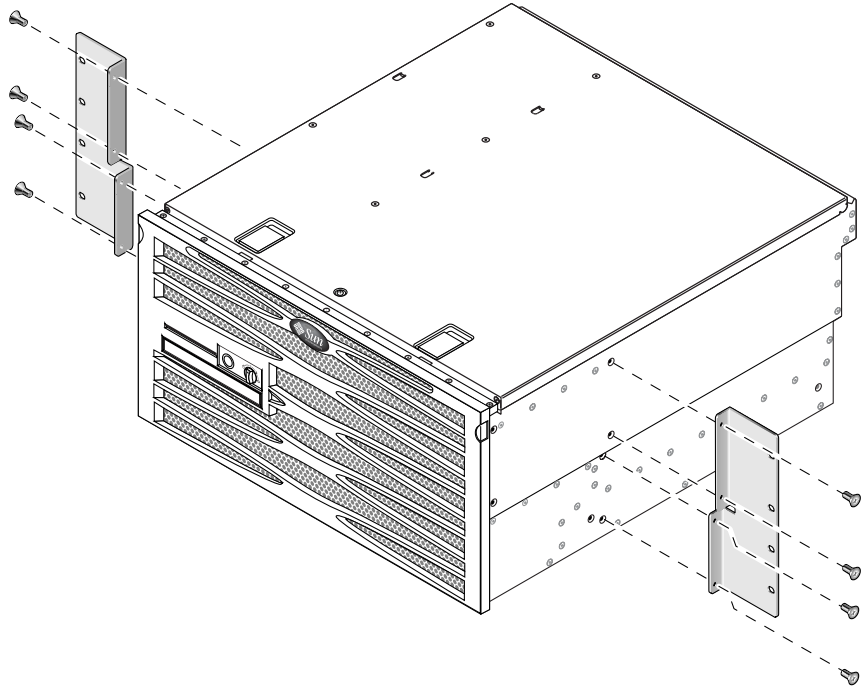

图 3-24 将侧托架固定到服务器两侧
2. 用八颗 M5 × 8 毫米十字盘头螺丝（每个侧托架用四颗），将两个侧托架固定到服务器两侧（图 3-24）。